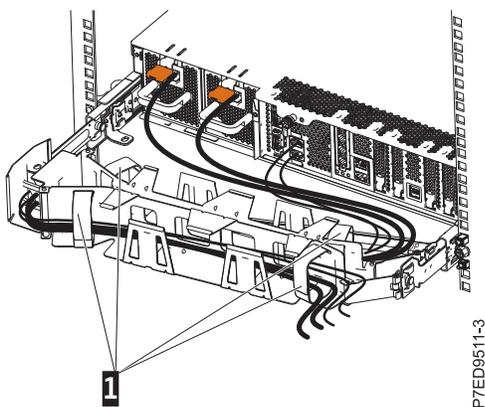

図 18. 電源コードの配線と接続
8. 図 18 に示すように、電源コードおよびその他のケーブル (必要な場合は、キーボード、モニター、およびマウスのケーブルを含む) を、ケーブル・マネジメント・アーム (1) 上に配線します。電源コードを除くすべてのケーブルをサーバーの背面に接続します。コードおよびケーブルをケーブル・タイまたは面ファスナーで固定します。